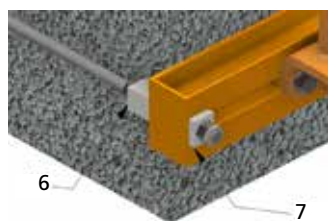

fig.40
5. Verifique el posicionamiento correcto de los cuatro dados de contraste 6, comprobando que las coronas de centrado 7 estén bien asentadas en las sedes correspondientes de los soportes delanteros (fig. 40).